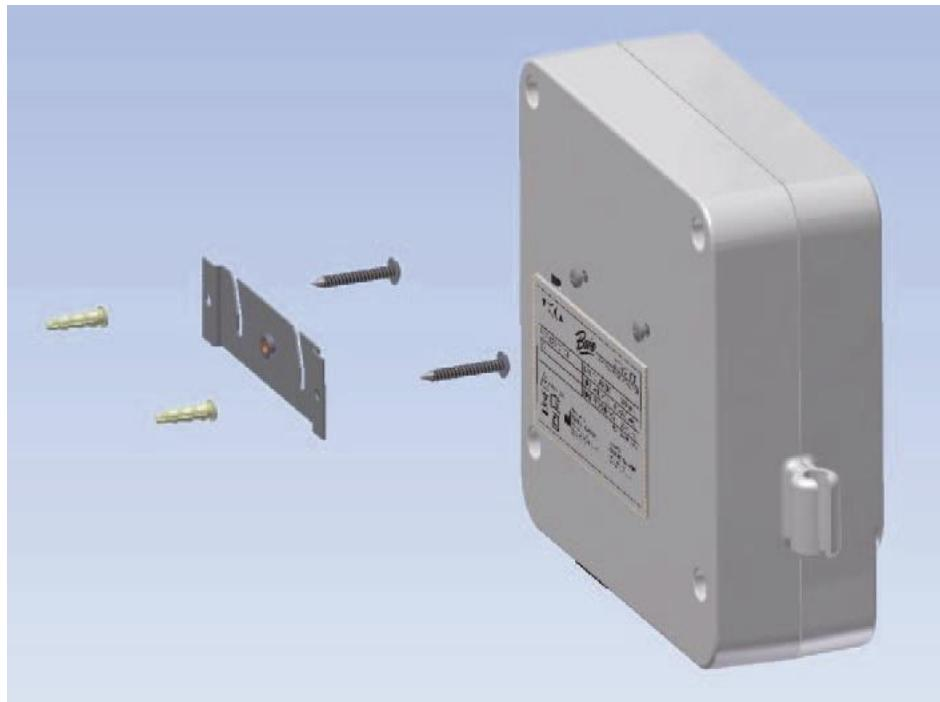

Figure 1
1. Installer Bovie® DERM 102 contre le mur ou sur un chariot mobile, commandé en outre, facultativement à l'aide du kit de montage standard (voir Fig. 1). Ne pas faire fonctionner l'appareil en position horizontale, car des liquides pourraient se verser dans l'appareil.